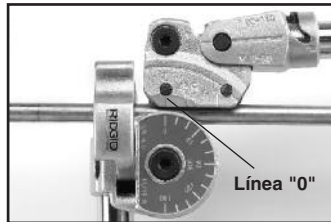

Figura 4
4. Baje el Brazo del Carril hasta que la línea "0" en el Carril quede en frente de la posición 0° en el Formador (Figura 4).